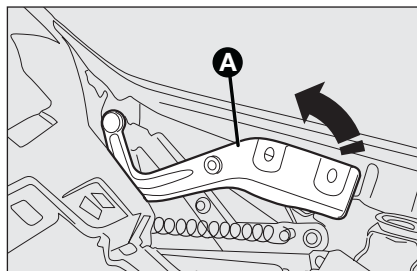

fig. 87
- ☐ levante hacia arriba la palanca de sostén del capó motor **A-fig. 87** y acompañe-la hasta advertir el chasquido del bloqueo;